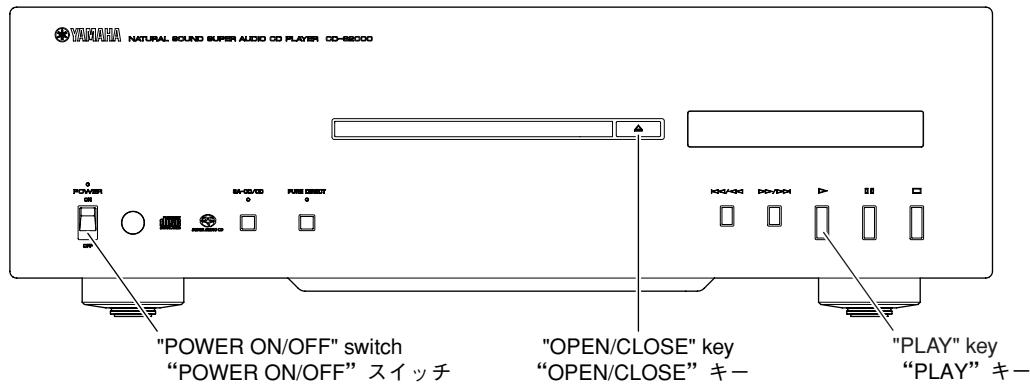

Fig. 7
2. Set the “POWER ON/OFF” switch of this unit to the ON position. (Fig. 7)
3. Press the “OPEN/CLOSE” key of this unit to open the tray. (Fig. 7)
2. 本機の“POWER ON/OFF”スイッチをONにします。(Fig. 7)
3. 本機の“OPEN/CLOSE”キーを押し、トレイを開きます。(Fig. 7)